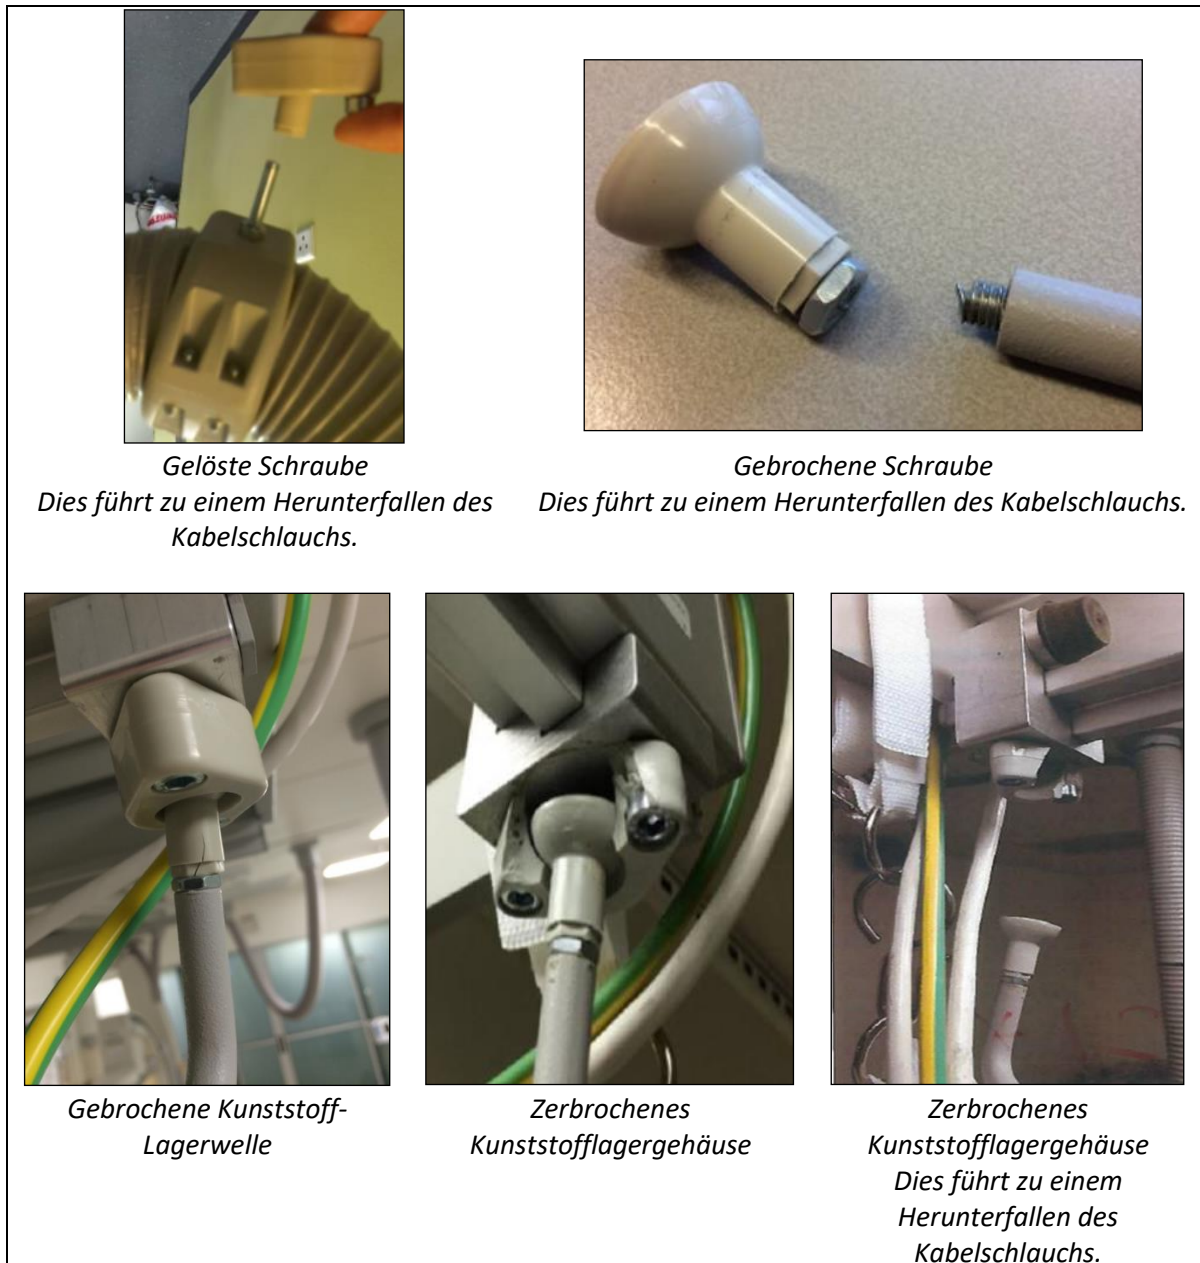

Abbildung 2: Beispiele für gelöste und zerbrochene Schrauben und Kunststoffteile
- d. Wenn Sie bemerken, dass eine oder mehrere Schrauben bzw. ein oder mehrere Kunststoffteile der Kabelschlauchträger lose bzw. gebrochen sind (siehe Abbildung 2), wenden Sie sich bitte umgehend an Ihren Philips Ansprechpartner.